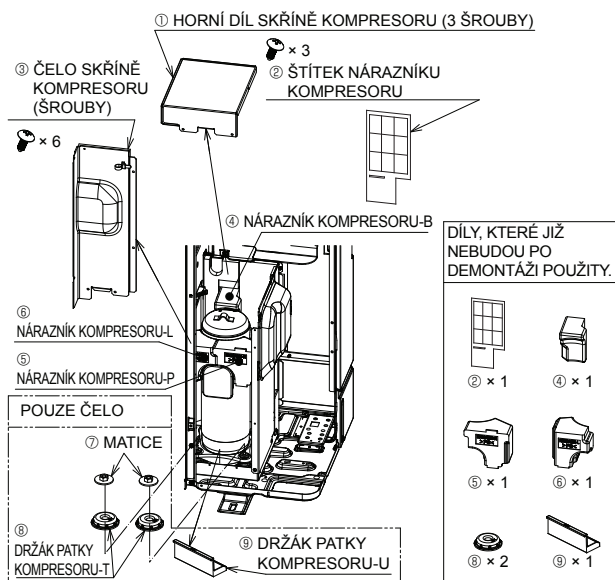

Fig. 4-1
- Před uvedením jednotky do provozu nezapomeňte sundat HORNÍ DÍL SKŘÍŇE KOMPRESORU a ČELO SKŘÍŇE KOMPRESORU a demontovat pevné části KOMPRESORU. (Fig. 4-1)